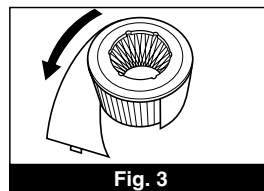

Fig. 3
- Étape 7 :** Enrouler soigneusement le préfiltre autour du filtre HEPA de façon que les extrémités se rejoignent (Fig. 3). Réunir les extrémités au moyen de l'attache fournie.